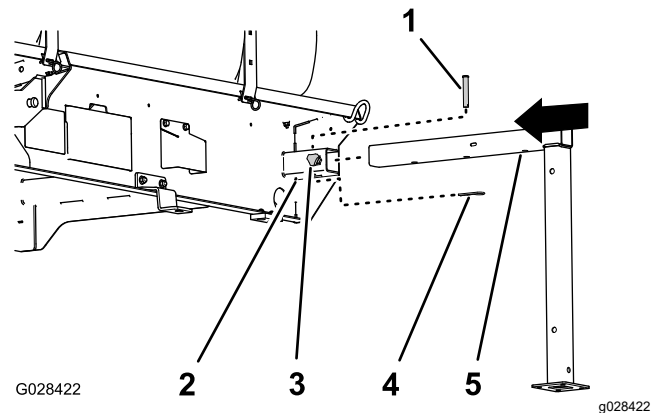

Figure 135
1. Alignez les pieds de support avant sur le logement à l'avant de la cuve (Figure 135).
2. Insérez le pied de support dans le logement jusqu'à ce que le trou central du tube horizontal du pied soit en face du trou en haut du logement (Figure 135).
4. Vissez une molette de verrouillage dans le logement et serrez-la à la main (Figure 135).